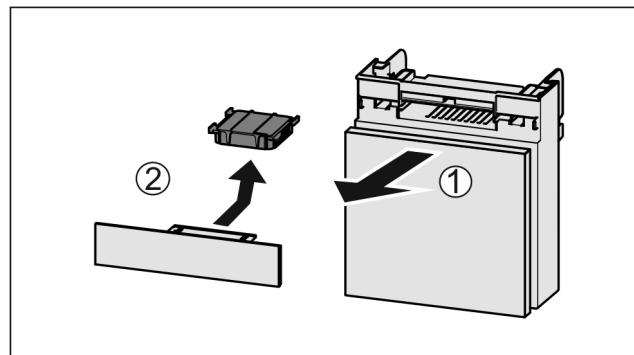

Fig. 48
- Издърпайте Fig. 48 (1) напред отделението.
- Извадете Fig. 48 (2) филтъра с активен въглен.